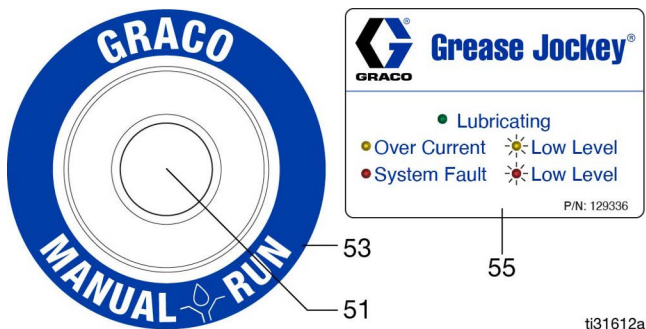

Рис. 20
- Очистите поверхность вокруг внешнего края кнопки (51). Расположите этикетку (53) вокруг кнопки и приклейте (Рис. 20).